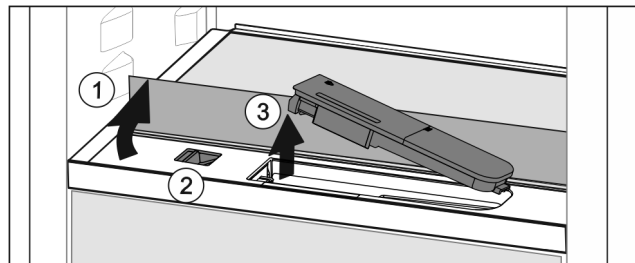

Fig. 56
- Sollevare il ripiano di vetro e ribaltarlo all'indietro fino all'arresto Fig. 56 (1).
- Spostare il cursore Fig. 56 (2) a sinistra.
- Rimuovere il serbatoio dell'acqua Fig. 56 (3).